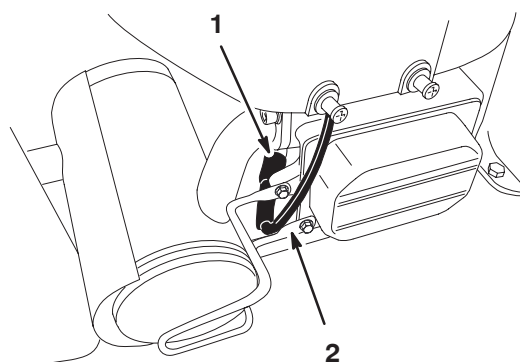

Figure 23
2. Débranchez le fil de la bougie (Fig. 23). Nettoyez la surface autour de la bougie pour éviter que des impuretés n'endommagent le moteur en tombant à l'intérieur.
3. Reconnectez le fil à la bougie (Fig. 23).